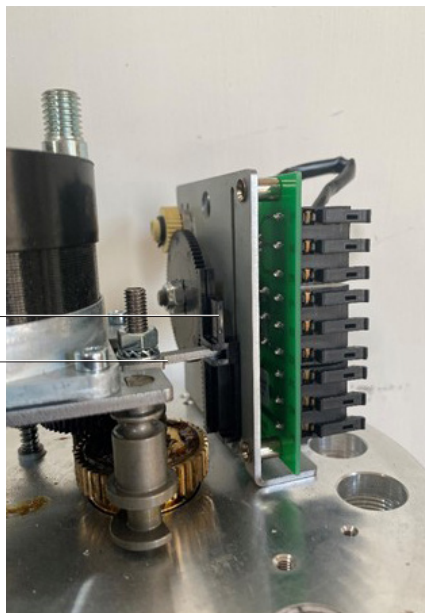

Fig. 8 -
- Accoupler la barre de retour fixe directement à la tige d'entraînement de la broche de l'actionneur principal. Voir la figure 8 "Disposition du retour de l'interrupteur de course auxiliaire (1-6 kN)" pour l'orientation du produit.
- Faire glisser l'interrupteur S4 en premier sur les broches de maintien de l'interrupteur en veillant à ce que l'orientation soit conforme à la figure 8.
- Faire glisser l'interrupteur S5 sur les broches de maintien de l'interrupteur en veillant à ce que l'orientation soit conforme à la figure 8.